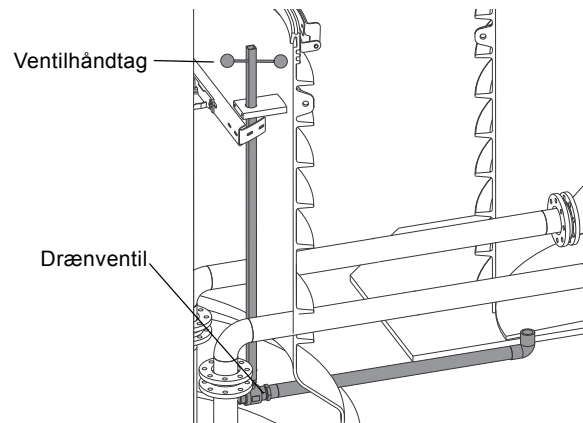

Fig. 36 Drænventil
1. Åbn ventilkammerets drænventil ved hjælp af ventilhåndtaget i brønden for at tømme ventilkammerets sump. Se fig. 36.
7. Luk drænventilen inde i brønden. Se fig. 36.